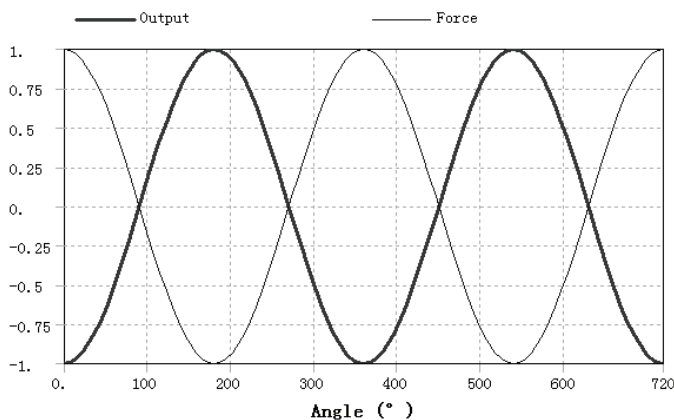

图 11-16 相位响应图
16) 在 Outline 树结构图中的 Phase Response 上单击右键, 在弹出的快捷菜单中选择 Evaluate All Results, 此时进行求解, 求解后得到的图形如图 11-16 所示。